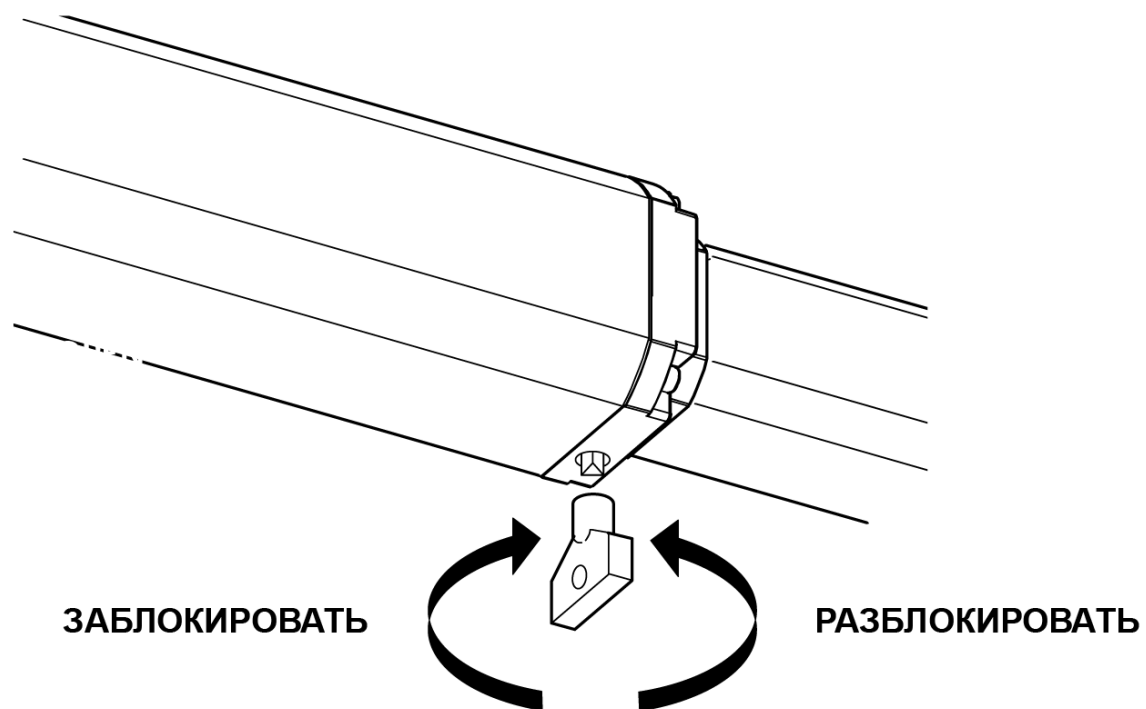

Рис. 1
- Вставьте треугольный ключ на выпускной винт, расположенный в нижней части фланца (рис.1).